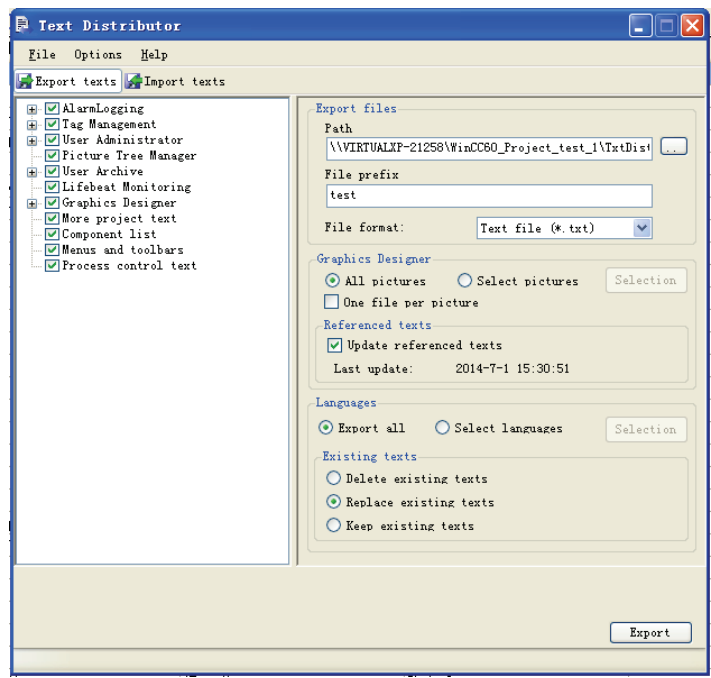

图 14-5 “Text Distributor” 对话框
1) 在 WinCC 项目管理器浏览窗口中打开文本分配器，或者通过文本库中菜单命令“Tools”→“Export”也可以打开文本分配器。打开的文本分配器如图 14-5 所示。